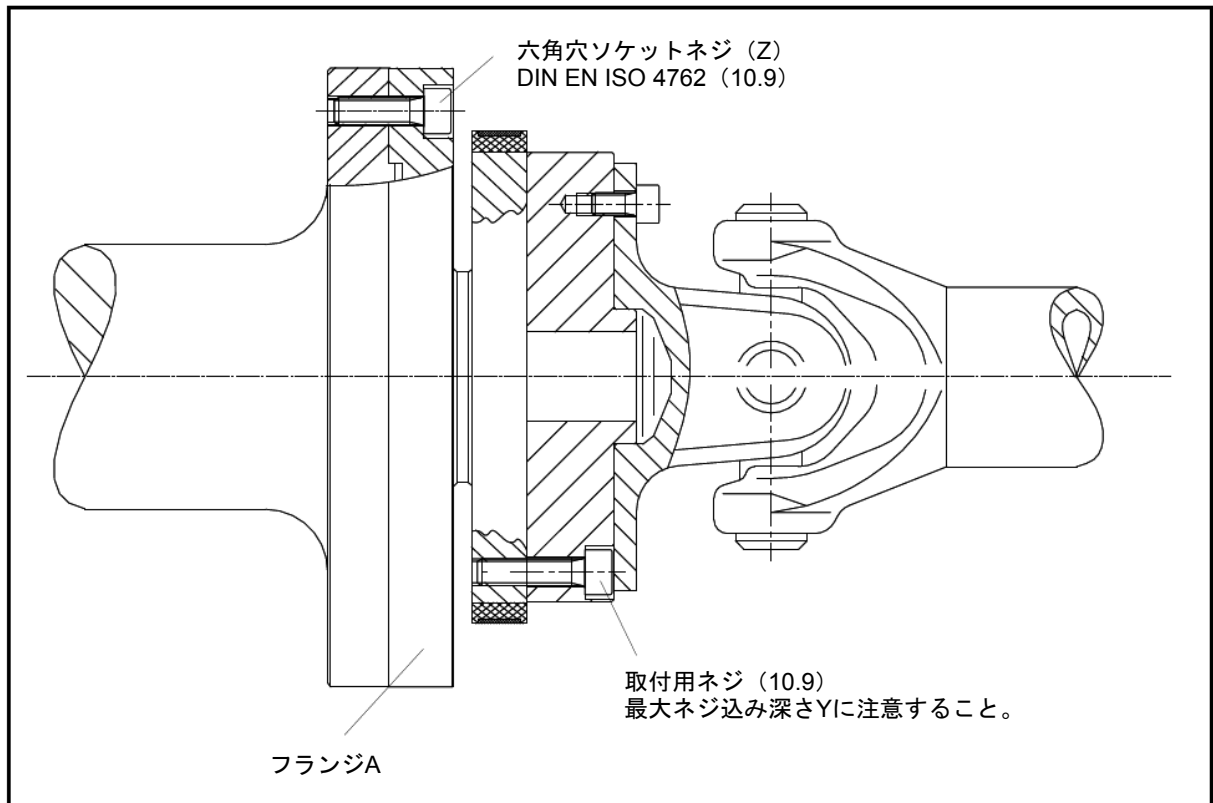

図4.4:ネジ込み方式のローター接続
- フランジAの接続（図4.4を参照）に際しては、適切な長さ（接続形状によって異なります。20ページの表4.1を参照）の**DIN EN ISO 4762特性クラス10.9**の六角穴ソケットネジを使用してください。弊社では丸平頭ネジDIN EN ISO 4762、またはこれと同等な黒染めで平滑頭の、サイズおよび形状が許容可能な、DIN ISO 4759、Part 1、製品クラスAに準拠したボルトを推奨します。